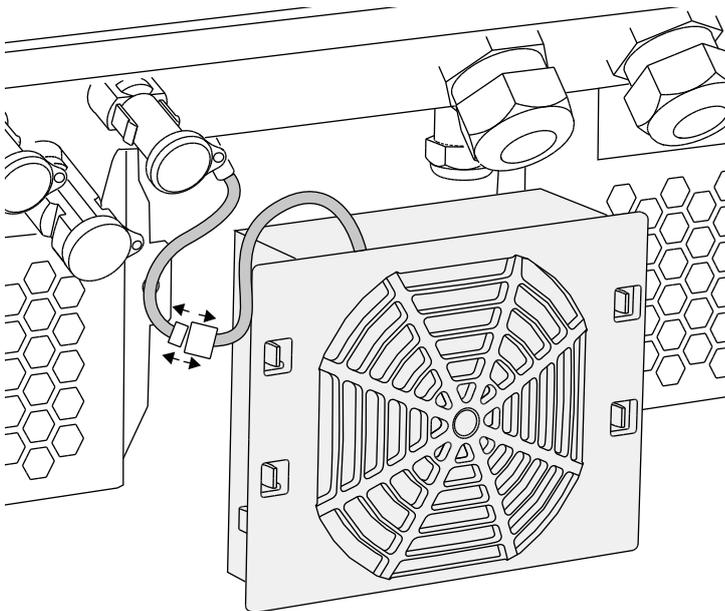

Fig. 62 : déconnexion du câble du ventilateur
4. Enlever entièrement le ventilateur du boîtier. Pour cela, détacher le connecteur enfichable du câble du ventilateur.  **Fig. 62**